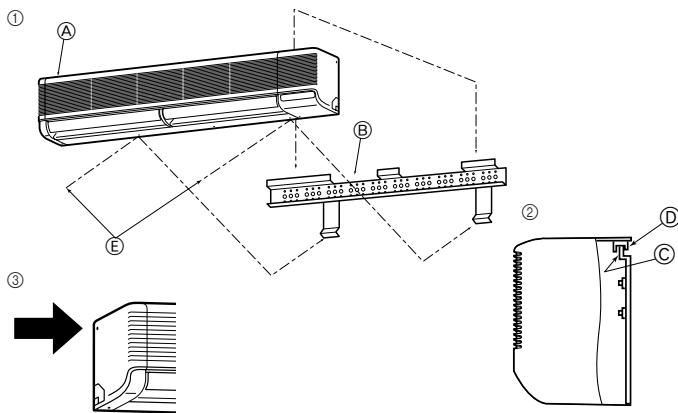

Fig. 3-11
3.4. Τοποθέτηση της εσωτερικής μονάδας πάνω στη βάση της (Fig. 3-11)